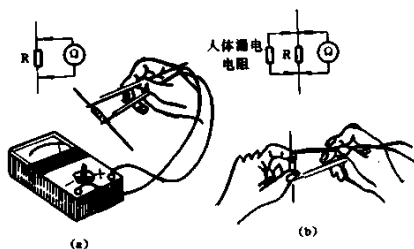

图 1-1-5
(1) 应首先选择好适当的倍率档。在万用表的欧姆档上，一般都标有 $R \times 1$ 、 $R \times 10$ 、 $R \times 100$ 、 $R \times 1k$ 、 $R \times 10k$ 等档。在测量电阻前，通常都是不知电阻的阻值，所以应适当转换倍率档，使指针指示在表盘中间偏右刻度较稀的部分，以便于读数准确。
(2) 调零。在测量电阻之前，应将两表笔“短接”，并同时旋转“欧姆调零旋钮”，使指针刚好指在“ Ω ”标度尺右侧端零位上，这就叫做调零。调零是保证测量准确必不可少的步骤，在每换一次欧姆档测量电阻前，都要重复调零。如果旋转“欧姆调零旋钮”也无法使指针达到零位，则说明表盒内装的干电池的电压太低，应更换新电池。
(3) 在测量时，将两表笔并接在电阻的两端，如图 1-1-5 (a) 所示，即可测出电阻的数值。但应注意，不要用手捏住电阻的两端，如图 1-1-5 (b) 所示，以免人体的电阻也并接在电阻上，影响测量结果的准确性。